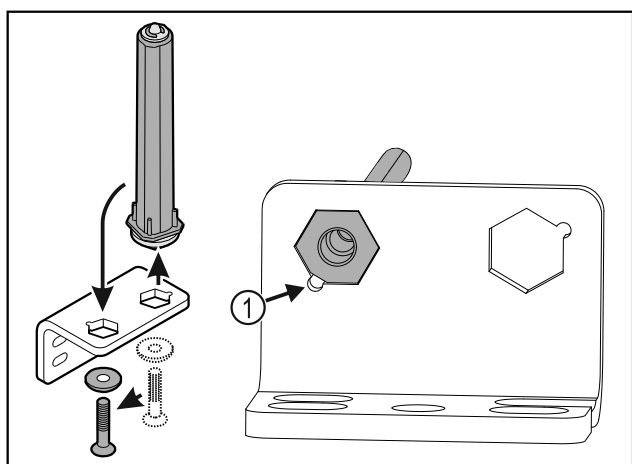

Fig. 33
- ▶ Zwrócić uwagę, aby podczas wkładania ścięcia sworznia Fig. 33 (1) było skierowane na okrągły otwór.